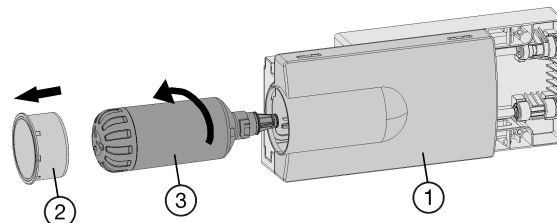

Fig. 7
- ▶ Si nécessaire, retirer le tiroir Fig. 7 (1).
- ▶ Enlever le couvercle du filtre Fig. 7 (2).
- ▶ Tourner le filtre à eau Fig. 7 (3) d'env. 100 ° vers la gauche puis le retirer.